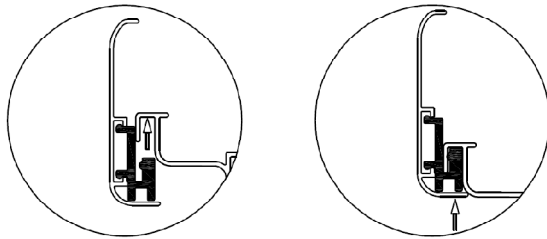

Figura 1
3. Coloque a guarnição da largura na parte superior do produto encaixando as presilhas no perfil, conforme figura 1.